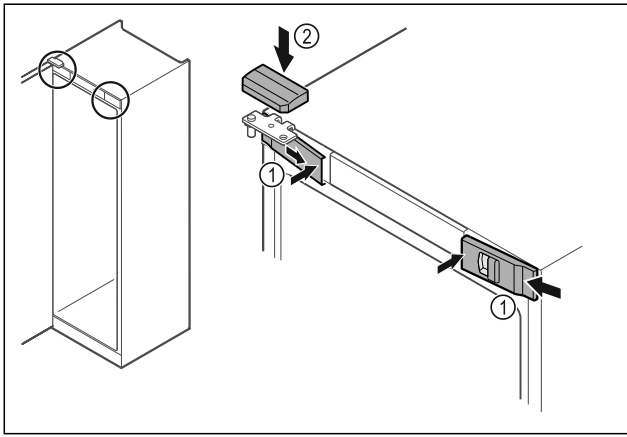

Fig. 45
- ▶ Vordere Abdeckungen Fig. 45 (1) seitlich einhaken und innen aufrasten.
- ▶ Obere Abdeckung Fig. 45 (2) von oben aufrasten.